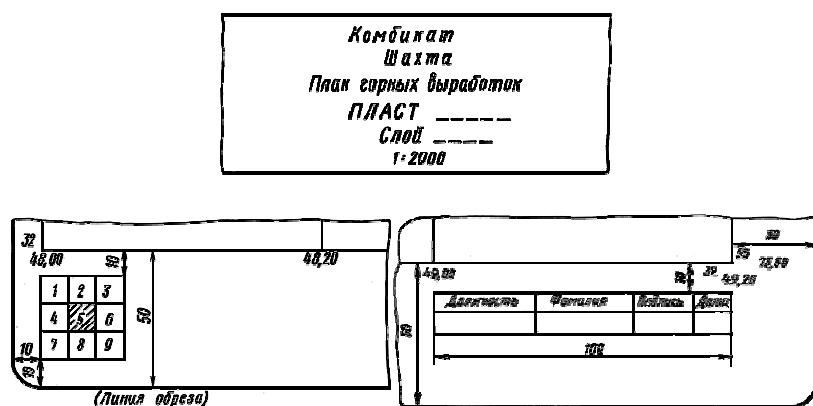

Рис. 54. Зарамочные надписи планшета
3. Вычертите зарамочные надписи в соответствии с требованиями ГОСТ 2.851-75 (рис. 54).